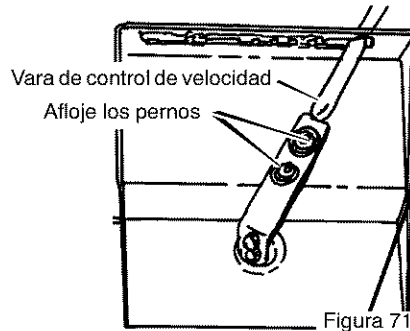

Figura 71
2. Afloje los **pernos** en la **vara de control de velocidad** (consulte la Figura 71).
4. Apriete los **pernos** que hay en la **vara de control de velocidad** (consulte la Figura 71).